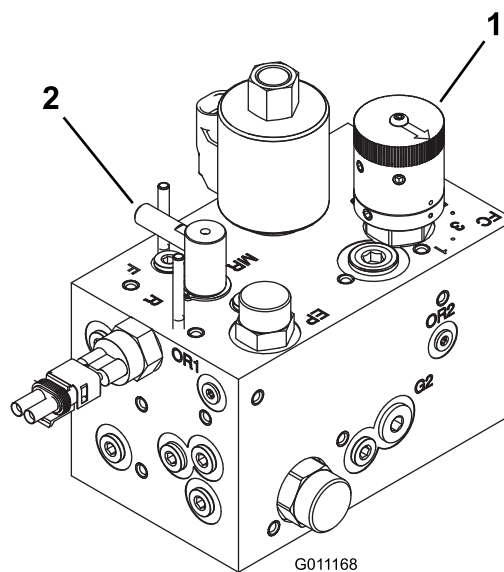

Figura 78
3. Rode o controlo de retificação para a posição de retificação (R). Rode o controlo da velocidade dos cilindros para a posição 1 (Figura 78).